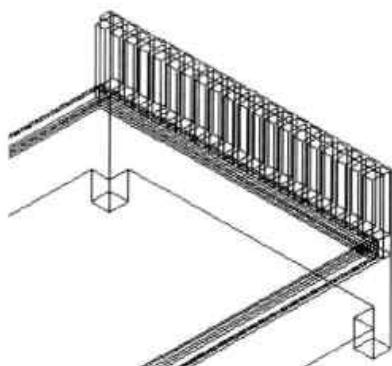

图14-66 阵列长方体
**Step13** 执行“矩形阵列”命令，对长方体进行阵列，如图 14-66 所示。